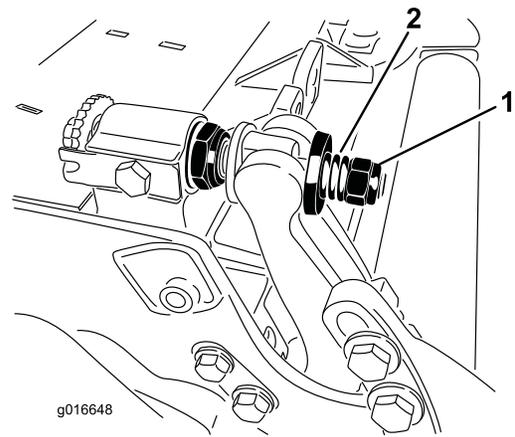

Bild 34
4. Ziehen Sie die Federspannungsmutter an, bis die Feder zusammengedrückt ist, drehen Sie sie dann um eine halbe Umdrehung heraus (Bild 34).